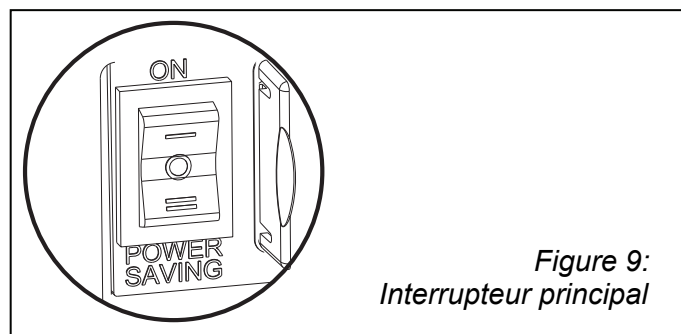

Figure 9: Interrupteur principal
Placer l'interrupteur principal en position I ("ON") (figure 9) ou II ("Power saving"). En position II, la batterie est économisée lorsque la charge est en dessous de 40 W. Le AC Master est en mode scan et se met en route lorsqu'il détecte une charge. Lorsque le AC Master se met en route, un petit bip se fait entendre.
Placer l'interrupteur principal en position 0 ("OFF") (figure 9). Noter que l'arrêt du AC Master ne déconnecte pas les batteries!
1. Placer l'interrupteur principal sur 0 ("OFF") (figure 9).